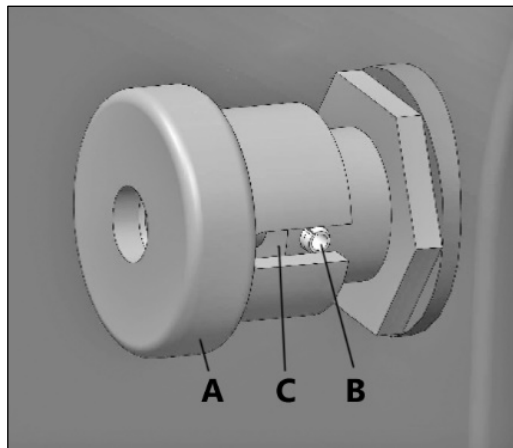

Рисунок 4.
- Вытащите ручку А блокировки шпинделя (рис. 4) и поверните так, чтобы упор расположился на штифте В (штифт вне паза С ручки). Ручка А находится на задней стороне передней бабки.
- Заблокируйте шпindel (рис. 4). Вставьте выколотку С в отверстие D на обечайке планшайбы А и при помощи рожкового ключа Е полностью зафиксируйте планшайбу.
- Заблокируйте шпindel (рис. 4) и вставьте выколотку в отверстие С на обечайке планшайбы А и при помощи гаечного ключа D открутите планшайбу, вращая её против часовой стрелки.
Переведите замок шпинделя в закрытое положение (штифт внутри паза ручки блокировки, рис. 4), чтобы легче установить нужную точку на шкиве.